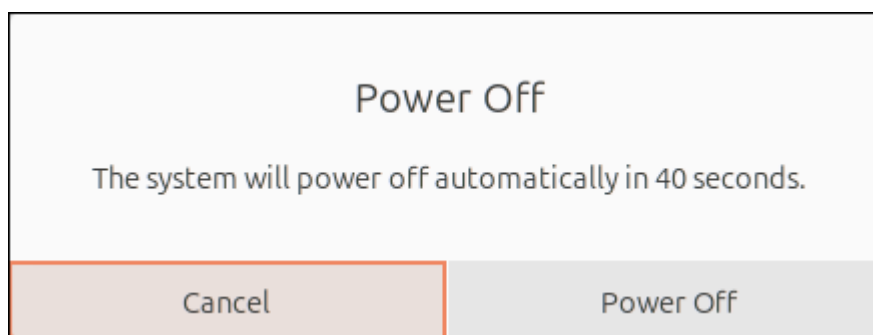

Рисунок 28 – Уведомление команды Power Off
2. Отобразится уведомление команды Power Off (Рисунок 28).